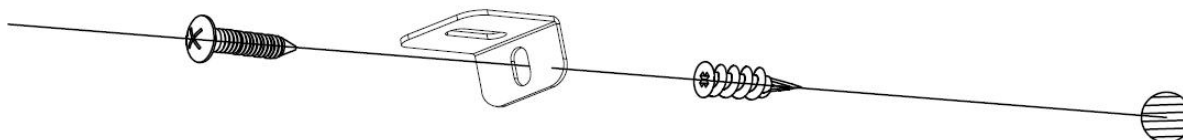

Fig. 4-3
C. Instale el anclaje de plástico (**C**) en la pared de yeso, luego instale el tornillo **B** (suministrado) en el agujero del **soporte en L** en el anclaje de la pared para asegurar que la chimenea no se salga de los ganchos. (**Fig 4-3**)